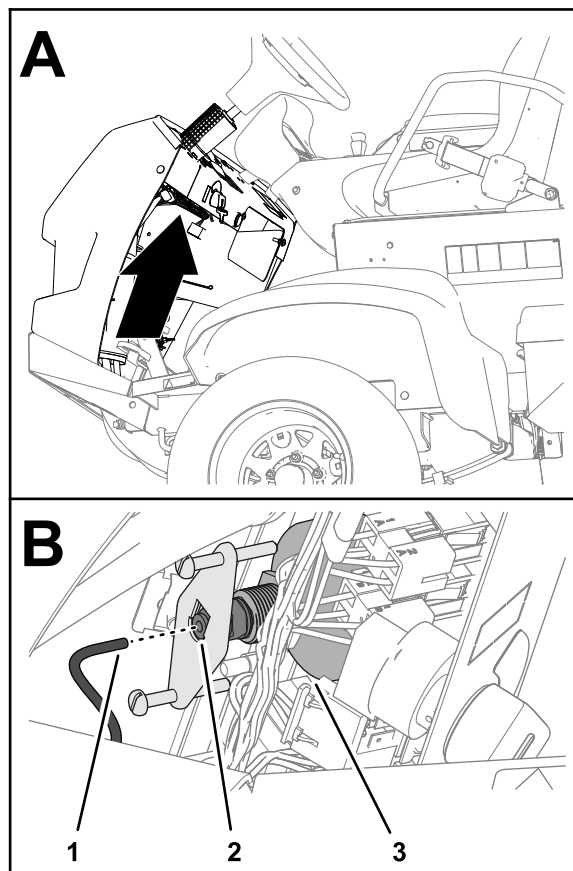

Figure 133
1. Insérez le tube du manomètre dans le coupleur au dos du manomètre (Figure 133).